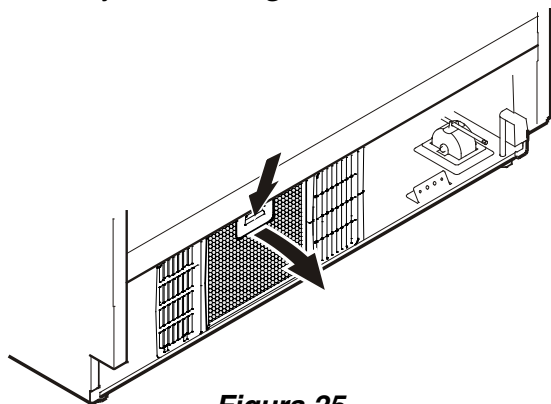

Figura 25
- Presione el botón del filtro de aire, inclínelo hacia adelante y retírelo - **Figura 25**.